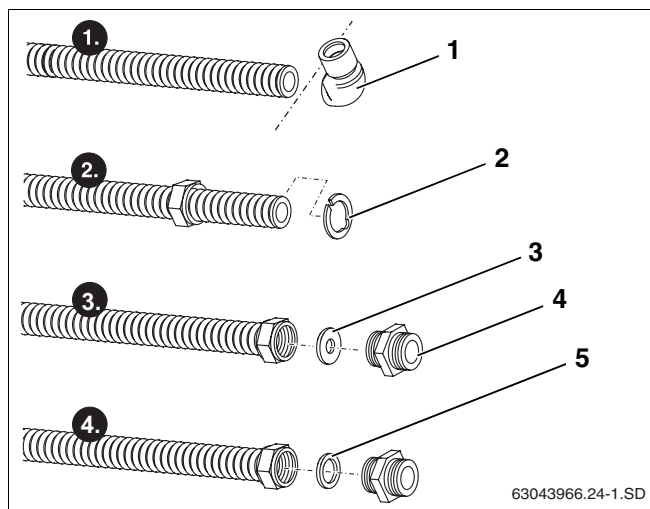

Fig. 57 Preparación del tubo de conexión
- ▶ Separe el codo (fig. 57, **pos. 1**) del tubo de conexión mediante una herramienta para cortar tubos.
- ▶ Coloque la arandela de sujeción (fig. 57, **pos. 2**) por detrás de la primera onda y apriételas hasta unirlas. La arandela de sujeción ha de asentarse de forma uniforme sobre el collar de la tuerca de racor.
- ▶ Coloque la arandela de carrocería (fig. 57, **pos. 3**) en la tuerca de racor, antes de la superficie del corte del tubo de conexión.
- ▶ Enrosque el casquillo doble (fig. 57, **pos. 4**) firmemente en la tuerca de racor para que se cree una superficie plana de obturación en el tubo de conexión.
- ▶ Coloque la junta (fig. 57, **pos. 5**) y enrosque el casquillo doble.